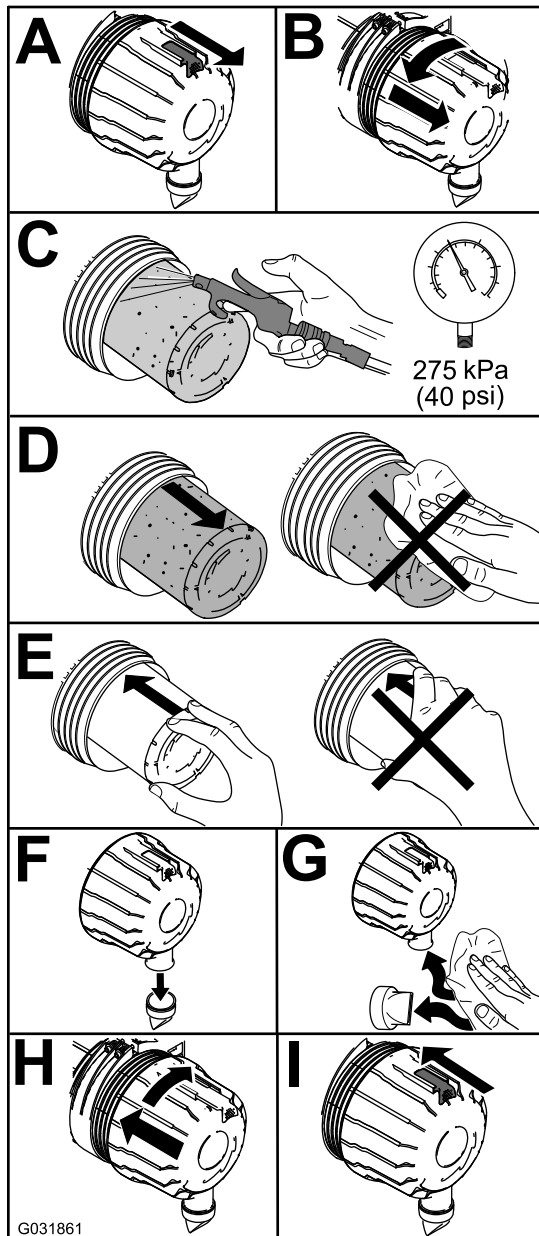

Figure 74
- Remplacez le filtre à air (Figure 74).